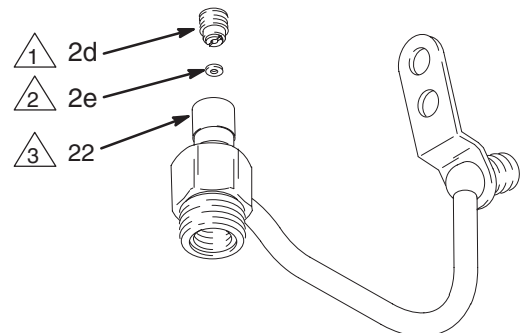

Fig. 13
1. Fetta in insidan av vätskehuset (22) lätt. Montera den lilla packningen (2e) så att flänsen vänder in i vätskehuset. Montera packningshållaren (2d) och dra åt till moment 3,4–4,5 N.m. Se Fig. 13.